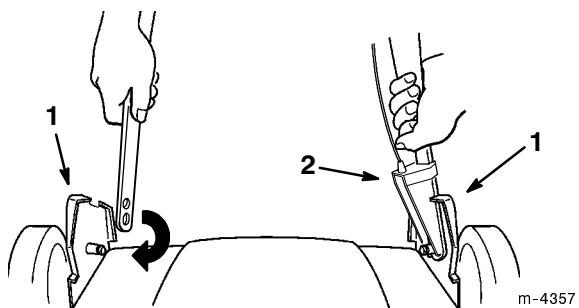

Figure 3
3. Accrocher le bas de la branche gauche du mancheron inférieur et le guide-câble sur le goujon du support de montage de gauche (Fig. 3).
4. Serrer les branches du mancheron inférieur l'une vers l'autre et accrocher le bas de la branche droite du mancheron inférieur sur le goujon du support de montage de droite (Fig. 3).